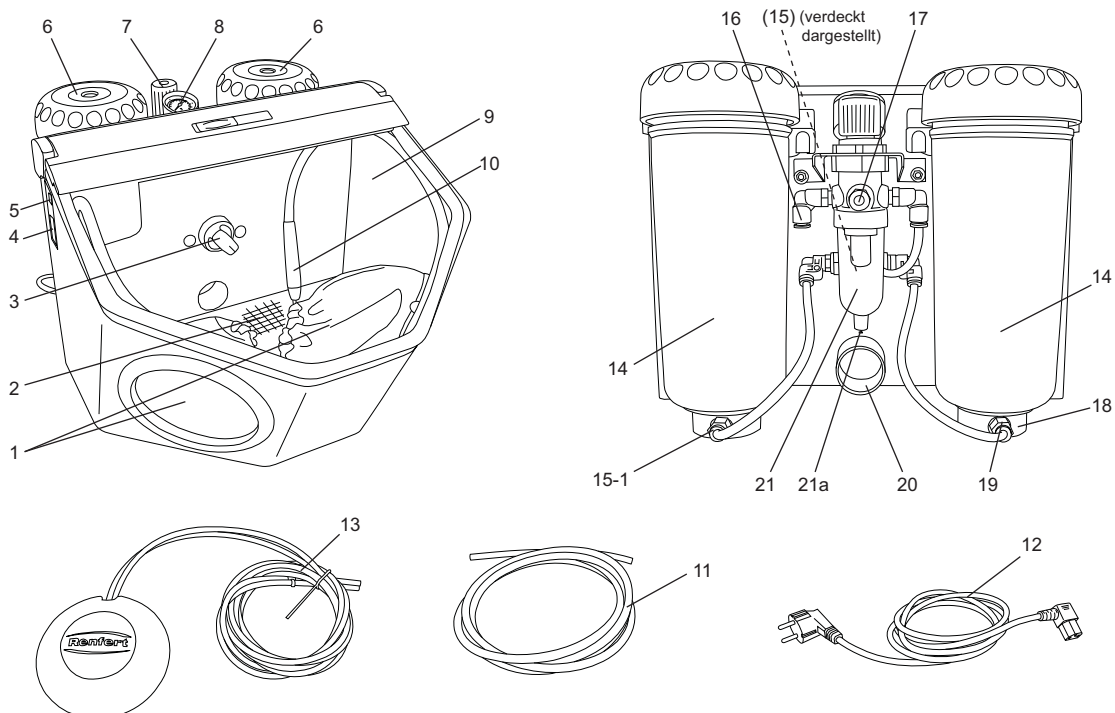

Abb. 1
1-Tank-Version: (15-1, Abb. 1)
- Beleuchtung einschalten (5).
- Am Wahlschalter (3, Abb.1) den Strahlntank wählen. (nur bei 2-Tank-Variante)
- Fußschalter (13, Abb.1) betätigen.